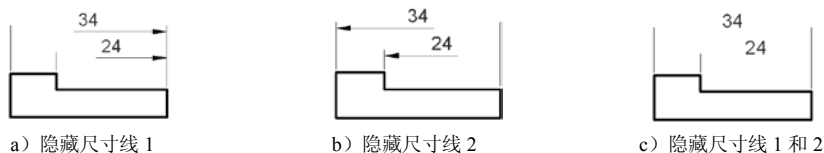

图 8.2.4 隐藏尺寸线
- **隐藏:** 选项组：通过选中 尺寸线 1(O) 或 尺寸线 2(O) 复选框，可以隐藏第一段或第二段尺寸线及其相应的箭头，如图 8.2.4 所示。还可以使用变量 DIMSD1 和 DIMSD2 设置该项。